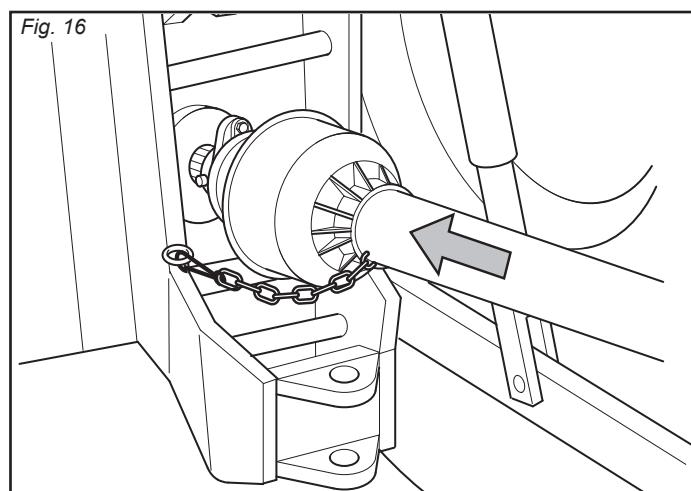

Fig. 16
- 4 - Introduceți arborele cardanic și asigurați-vă că este perfect blocat în priza de forță. Verificați ca protecția să se rotească liber și fixați-o cu lanțul adecvat (Fig. 16).